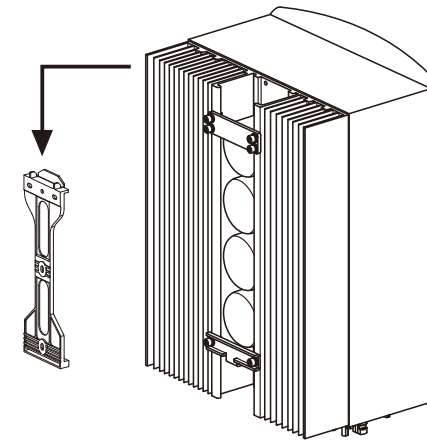

Abbildung 4.5 Wandhalterung
2. Heben Sie den Wechselrichter an (Achten Sie darauf, Körperbelastungen zu vermeiden) und richten Sie die hintere Halterung am Wechselrichter auf den hervorstehenden Teil der Montagehalterung aus. Hängen Sie den Wechselrichter an die Halterung und stellen Sie sicher, dass der Wechselrichter fest ist (siehe Abbildung 4.5).